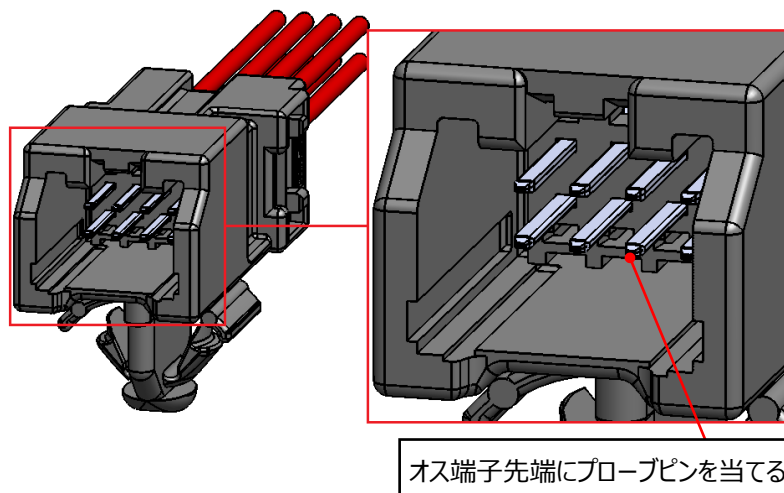

図 50 オス端子導通検査接点
- ①オスコネクタの導通検査を行う時は、オス端子先端に0.5N以下の荷重でプローブピンを当てて検査を行って下さい。(図50参照)0.5N以上の荷重を加えた場合、オス端子が変形する場合があります。
- ②オス端子に変形や傷が見られた場合は、使用せず、新品と交換して下さい。